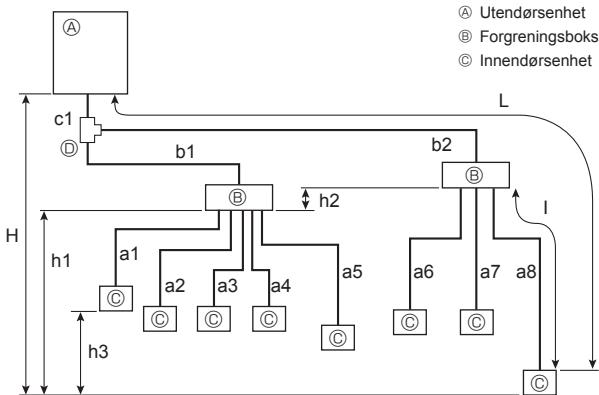

Fig. 4-2
4.2.2. Tilkobling med forgreningsboks (Fig. 4-2)